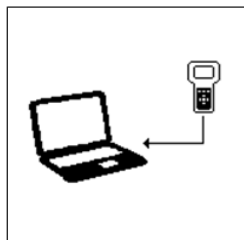

Fig.66
3. Premendo il tasto di trasmissione dei dati USB sull'analizzatore  e la schermata cambierà come da Fig.66 successiva: